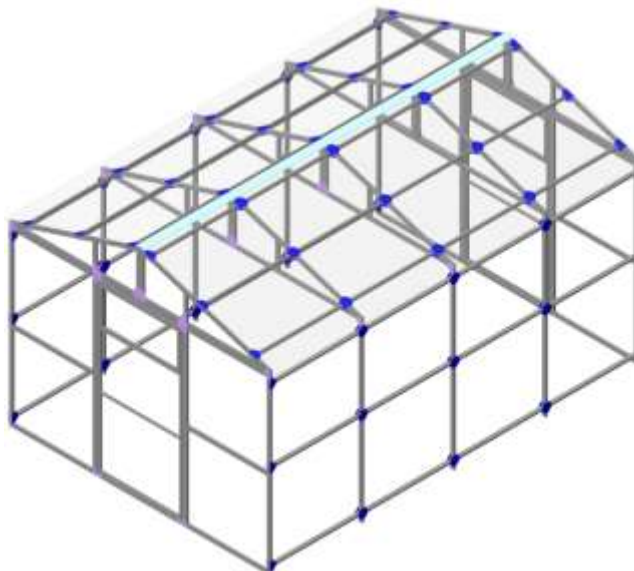

РИС. 14
4.2.7. Установите вторую половину крыши (РИС.14)